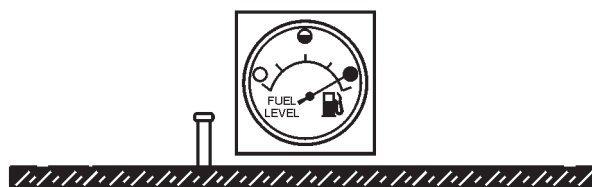

Figure 20. Réservoir de carburant plein
2. Retirez le bouchon du réservoir et remplissez le réservoir (Figure 20).
3. **NE JAMAIS trop remplir le réservoir de carburant** : il est important de lire les indications de la jauge de carburant lors du remplissage du réservoir de carburant de la remorque. **NE PAS** laisser le carburant atteindre le col de remplissage (Figure 20).